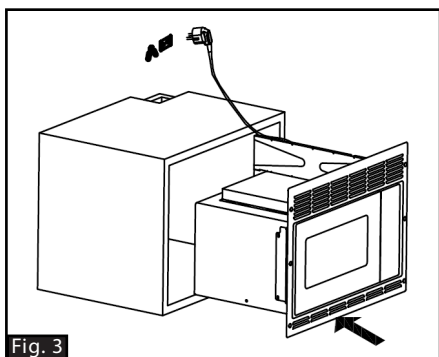

Fig. 3
4. Coloque el horno microondas en la abertura del gabinete (Fig. 3).